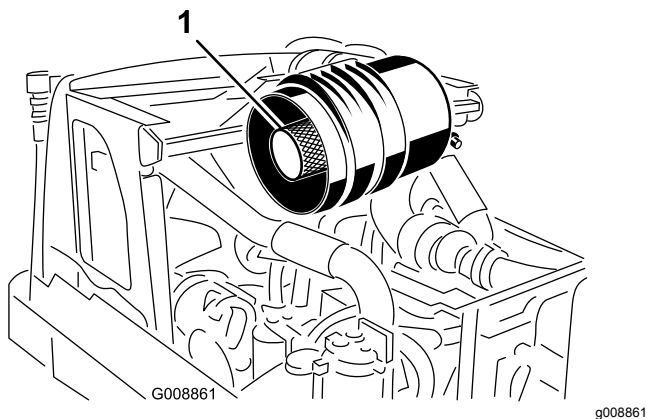

Bild 47
**Wichtig:** Versuchen Sie nicht, den Sicherheitsfilter zu reinigen. Tauschen Sie den Sicherheitsfilter bei jeder dritten Wartung des Hauptluftfilters aus (Bild 47).